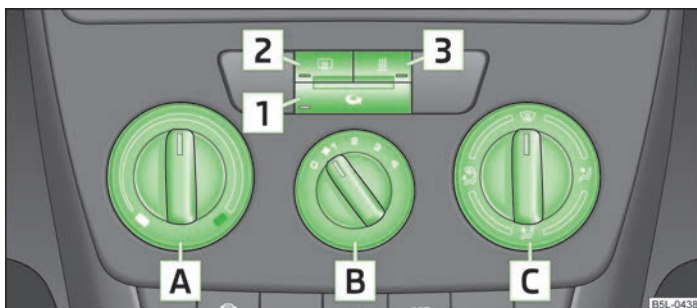

Fig. 89 Calefacción: Elementos de mando
- Girar el regulador giratorio **A** » fig. 89 hacia la derecha para elevar la temperatura.
- Girar el conmutador del ventilador **B** » fig. 89 a una de las posiciones, 1 a 4, para conectar el ventilador.
- Con el regulador de distribución de aire **C** » fig. 89, se regula el sentido de salida del aire » **página 84**.
Todos los elementos de mando, excepto el conmutador del ventilador **B** » fig. 89, se pueden ajustar a cualquier posición intermedia.
- Elementos de mando **A**, **B**, **C** y la tecla **1** » fig. 89 de la página 85.
➤ Pulsar la tecla » fig. 89 de la página 85, en la tecla se encenderá el testigo.
➤ Pulsar de nuevo la tecla » fig. 89 de la página 85 - se apagará el testigo de control en la tecla.
Si el regulador distribuidor de aire **C** se encuentra en la posición » fig. 89 de la página 85, el servicio de aire circulante se desconectará automáticamente. Pulsando repetidamente la tecla se puede volver a conectar el servicio de aire de circulación también en esta posición.